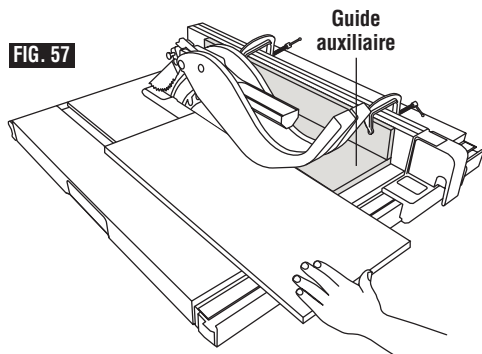

FIG. 57
Fixez le guide de coupe auxiliaire au guide de refente à l'aide de deux serre-joints en C (Fig. 57).
- Pour exécuter une feuillure le long d'un bord (sur le côté le plus long de l'ouvrage — voir illustration), montez sur le guide de refente une planche de largeur approchant celle de l'ouvrage. Réglez la position du guide de refente et de la lame, puis exécutez la première coupe, l'ouvrage étant placé à plat sur la table (voir Fig. 57). Faites la deuxième coupe en positionnant l'ouvrage verticalement. Prenez toutes les précautions et suivez toutes les instructions et consignes de sécurité applicables aux opérations de coupe en long : servez-vous de planches à languettes, d'une baguette-poussoir, etc.